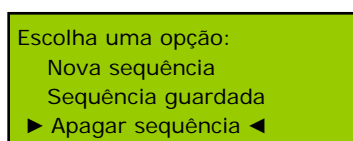

Figura 7.
- “*Apagar sequência*” permite apagar a última sequência de rotações guardada. Para seleccioná-la, coloque os cursores junto a esta opção como se mostra na Figura 7 e prima [ENTER].